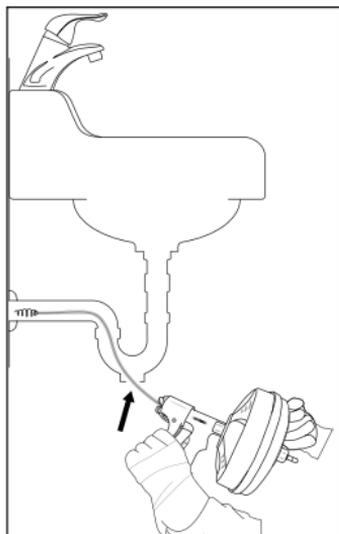

Fig. 1
- Preparare l'apparecchio e l'area di lavoro secondo queste istruzioni per ridurre il pericolo di lesioni causate da scosse elettriche, incendio, rovesciamento dell'apparecchio, torsione o rottura della spirale ⑧, sostanze chimiche, infezioni e altre cause, nonché per evitare il danneggiamento dell'apparecchio.
- In altri lavandini è possibile che si renda necessario rimuovere un tappo di pulizia o un sifone (vedere fig. 1). Assicurarsi di posizionare un contenitore sotto l'apertura di pulizia o sotto il sifone per raccogliere l'acqua che esce.